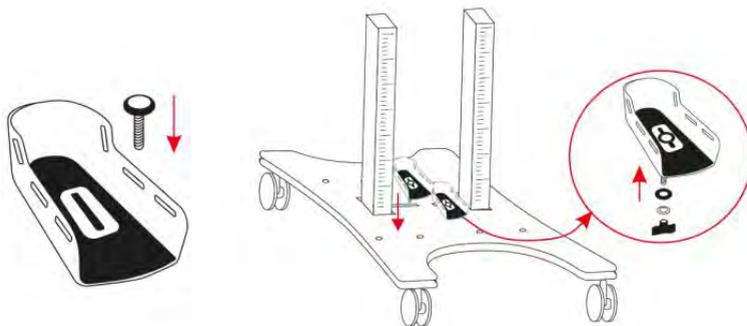

FIG. 14
PASO 6: Apriete los tornillos en el perfil del marco con una llave allen - fig.14. Las columnas deben estar a la misma altura.